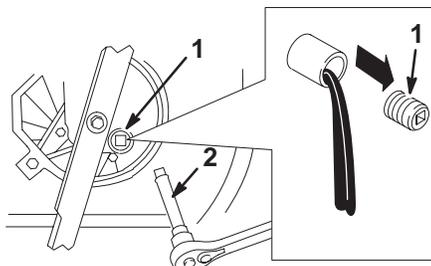

Bild 24
5. Entfernen Sie die Ölverschlusschraube und stellen den Rasenmäher wieder in seine Betriebsstellung. Lassen Sie dann das Öl in das Gefäß ablaufen (Bild 24).